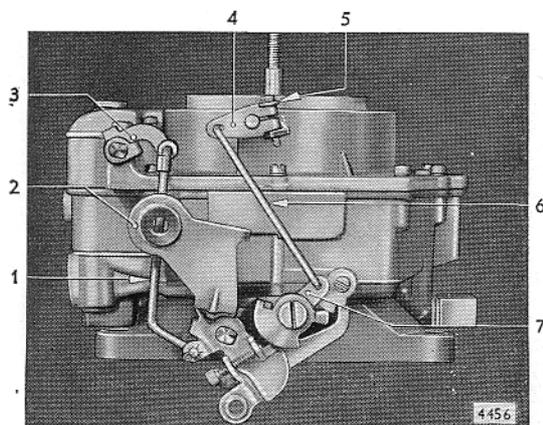

Bild D 47 - Pumpenverbindungsstange eingebaut
21. Linke Luftklappenverbindungsstange in unteren Luftklappenhebel (D 35/3) einhaken und mit Haarnadelfeder sichern (Bild D 47).